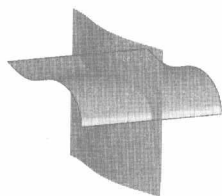
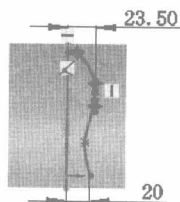

图 1.2.7 曲面-拉伸 2
图 1.2.8 横断面草图
Step6. 创建图 1.2.7 所示的曲面-拉伸 2。
- (1) 选择命令。选择下拉菜单 **插入(I)** → **曲面(S)** → **拉伸曲面(E)...** 命令。
- (2) 选取右视基准面作为草图基准面，绘制图 1.2.8 所示的横断面草图。
- (3) 在“曲面-拉伸”窗口 **方向1** 区域的下拉列表中选择 **两侧对称** 选项，输入深度值 100.0。
- (4) 单击  按钮，完成曲面-拉伸 2 的创建。